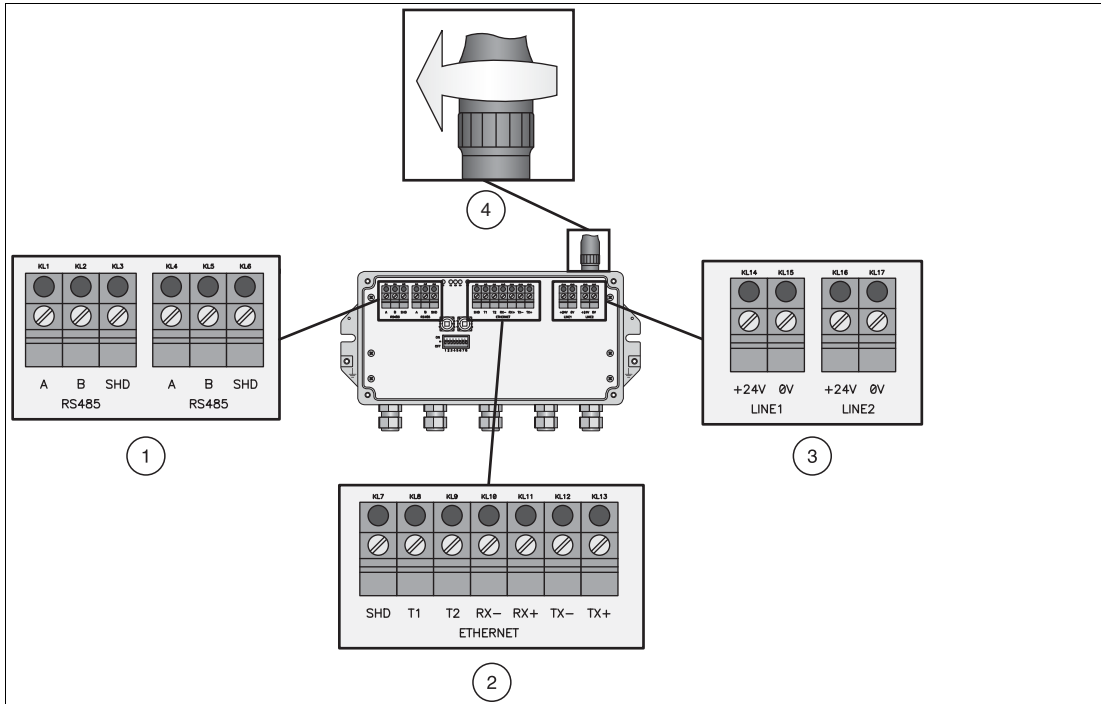

Abbildung 1.1 RS485-, Ethernet- und Versorgungsanschlüsse des Gateways
3. Schrauben Sie die Antenne in den Antennenanschluss ein und schließen Sie das Gateway dann an die Stromversorgung an (siehe Abbildung 1.1).